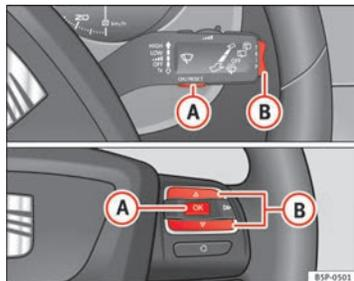

Fig. 41 Teclas basculantes A y B. Mandos en volante.
- Con el encendido conectado, pulse brevemente la tecla ⇒ fig. 41 **(A)** de la palanca del limpiacristales para cambiar de una memoria a otra o pulse la tecla **(A)** de los mandos al volante ⇒ fig. 41.